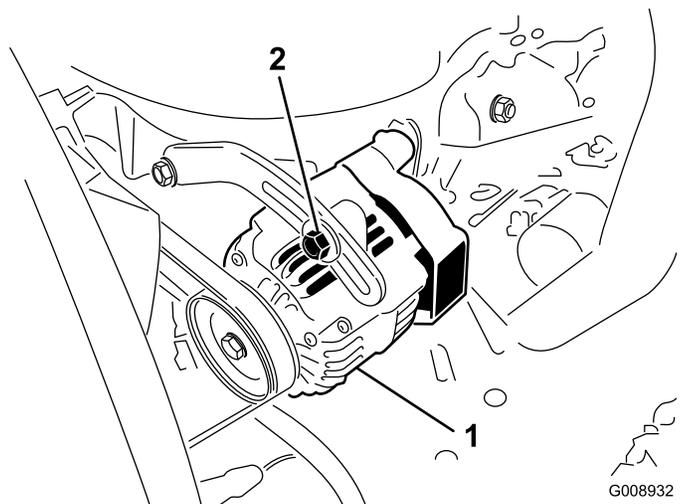

Рисунок 61
2. Если прогиб не равен 10 мм, ослабьте болты крепления генератора (Рисунок 61).